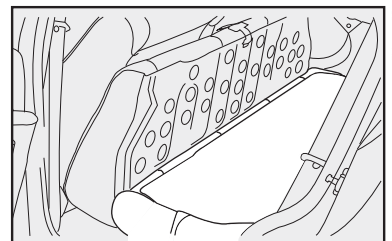
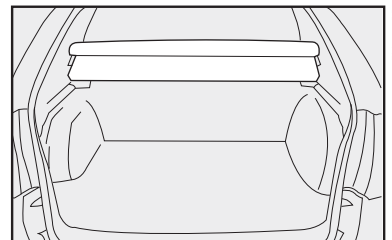

fig. 122
fig. 123
6) Rebater para a frente o encosto **fig. 122** do banco traseiro passando pelos cintos de segurança traseiros de modo a obter um único plano de carga no compartimento de bagagens **fig. 123**.